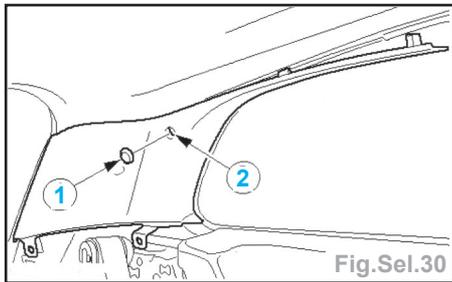

Fig.Sel.30
- déposer le cache-vis (1), la vis (2) et le panneau de montant C (Fig.Sel.30).